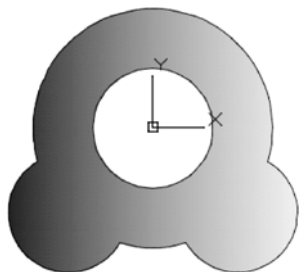

图 3-45 框选全部的图形
⑤ 在“边界”面板中单击“选择”按钮，接着在图形窗口中通过窗交套索方式来选择全部的图形，此时渐变色填充效果如图 3-45 所示。